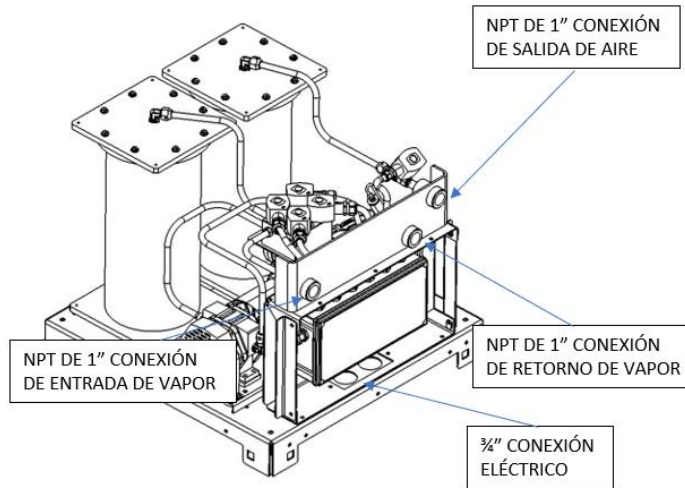

Figura 7-7: Diagrama de operación de la GREEN MACHINE
6. Durante el modo de funcionamiento de 60 segundos: **Vea la figura 7-7.**
8. Durante el ciclo de purga de 60 segundos: **Vea la figura 7-7.**